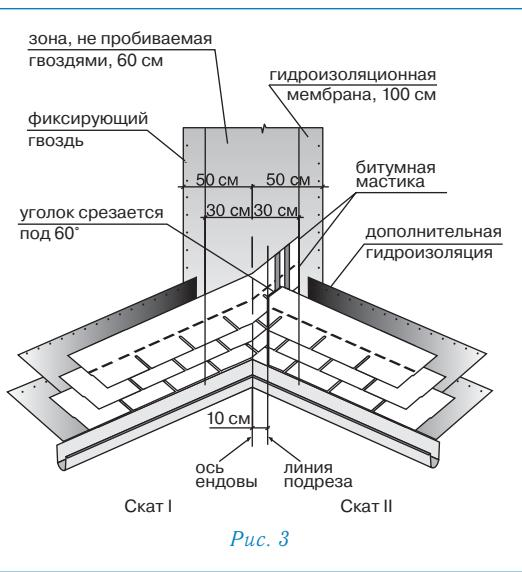

Рис. 3
### Ендова (рис. 3)
- лист, подходящий к ендове со ската II, должен доходить до линии подрезки и обрезаться по ней. Верхний уголок обрезанного края листа подрезается под углом  $60^{\circ}$  (5–3 см — рис. 3);